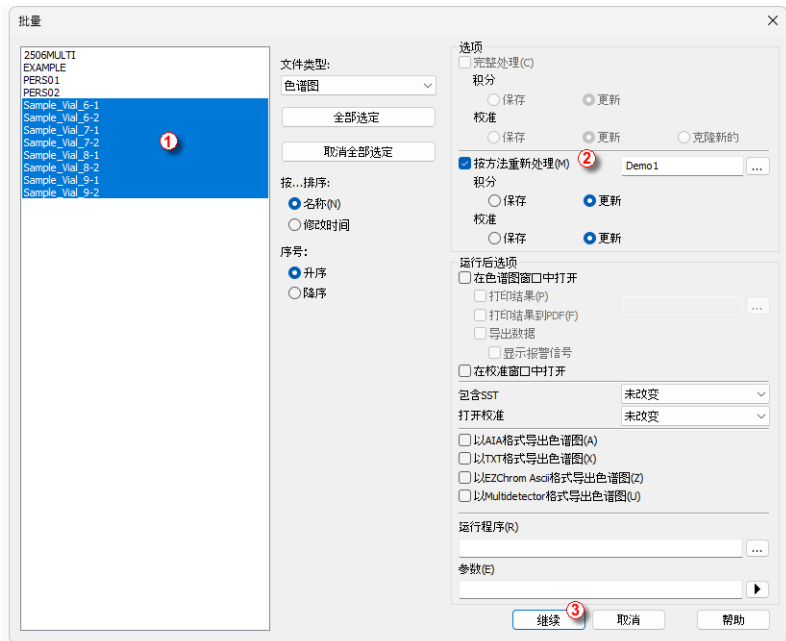

图19: 批处理对话框与选定的色谱图
- 在对话框的左侧选择要重新处理的文件① (第31页第图19.); 可以通过按住Ctrl或Shift键同时左键单击多个文件来选择它们。对于演示, 在要重新处理的数据目录中选择名称为SAMPLE\_VIAL\_X-Y的所有文件, 选中按方法重新处理②复选框, 选择要用于重新处理的方法, 并在选项的校准部分中选择更新。单击继续③按钮。所有选定的色谱图现在将链接到基于当前方法的校准。